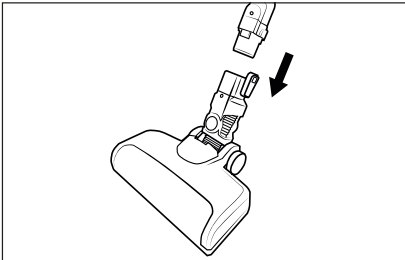

Abb. 2
- 2) Schieben Sie das Saugrohr **23** in die Bodenbürste **21**, bis es hörbar mit einem Klickgeräusch einrastet (siehe Abb. 2).